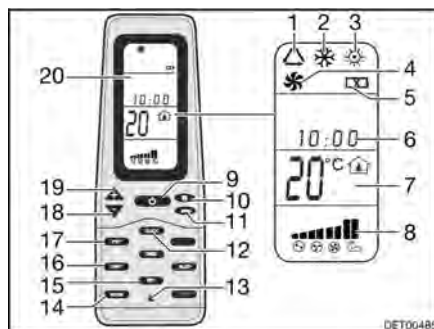

Fig. 169 Telecomando
- Premere il tasto ON/OFF (Fig. 169,9).
- Premere il tasto "Mode" (Fig. 169,11) spesso, finché la modalità desiderata (Fig. 169,1, 2, 3 o 4) viene visualizzata sul display (Fig. 169,20).
- Impostare la temperatura desiderata con i tasti "+" (Fig. 169,19) e "-" (Fig. 169,18).
- Con il tasto velocità dell'aria (Fig. 169,10) selezionare il livello desiderato per la ventola.